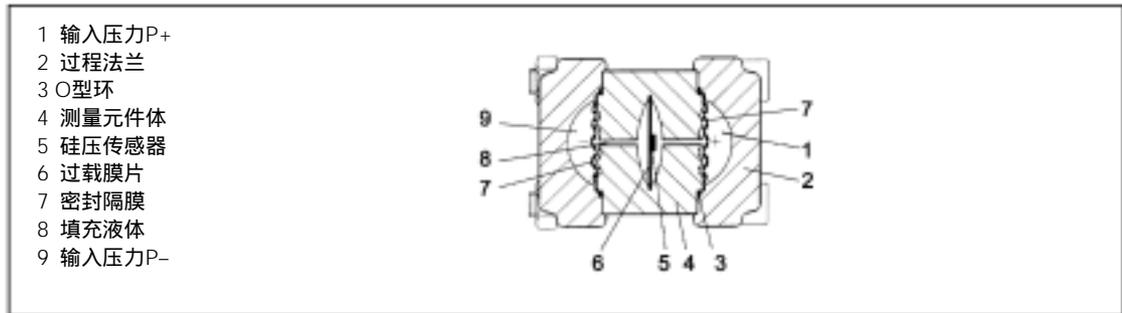

图 7 压差和流量的测量元件，功能图
压差通过密封隔膜 (7, 图 7, 第 19 页) 和填充液体传输到硅压传感器 (5)。超过测量界限时, 过载膜片 (6) 弯曲, 直到其中一个密封隔膜 (7) 接触到测量元件 (4) 体, 并保护硅压传感器 (5) 避免过载。所产生的压差使密封隔膜发生偏离。因此测量膜片中电桥的四个 piezo 电阻器的电阻值发生改变。电阻值变化所产生的电桥输出电压与压差成正比。